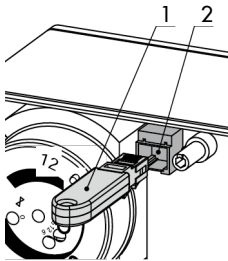

Bild 28: Verbindung Antrieb – Speicherstift
Der Speicherstift wird nach Bild 28 an den Antrieb angeschlossen. Die Vorgehensweise zum Übertragen von Daten ist in der TROVIS-VIEW-Bedienungsanleitung ► EB 6661 beschrieben.
1. Speicherstift mit der seriellen Schnittstelle des Antriebs verbinden (vgl. Bild 28). Die gelbe LED am Antrieb signalisiert, dass das Datenlogging vorbereitet wird (vgl. Kap. 8.4). Sobald sich das Blinkmuster an der gelben LED ändert, werden die Daten im Speicherstift abgelegt.